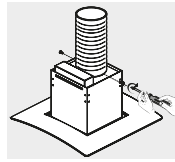

Figura 4
- Conecte una longitud adecuada de ducto redondo de 150 mm al adaptador de salida de aire de la campana. Use 2 tornillos ST 2.9X8 para asegurar el ducto. Puede usar cinta adhesiva para ductos para sellar la unión. (Ver Figura 4).